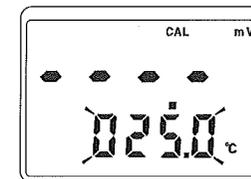

図 19
(5)CALボタンを2秒以上長押しすると"025.0℃"が点滅し温度の校正がスタートします。▲又は▼ボタンで測定した温度値に変更します。温度値の設定は15℃~35℃迄可能です(図19)